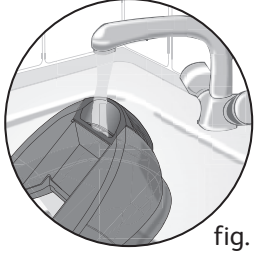
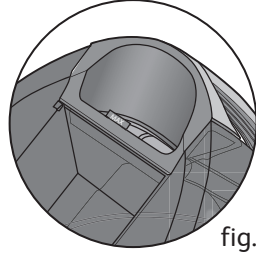

fig. 6
fig. 7
- Remplissez le réservoir d'eau sans dépasser le niveau Max. – **fig.6. et fig.7**.